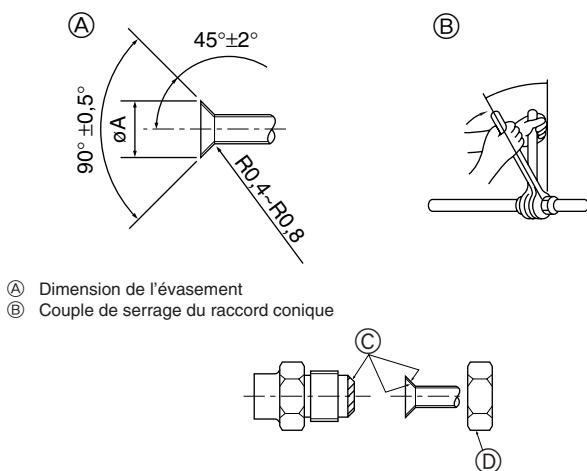

Fig. 4-2
A (Fig. 4-2)
B (Fig. 4-2)
4.2. Connexion des tuyaux (Fig. 4-2)